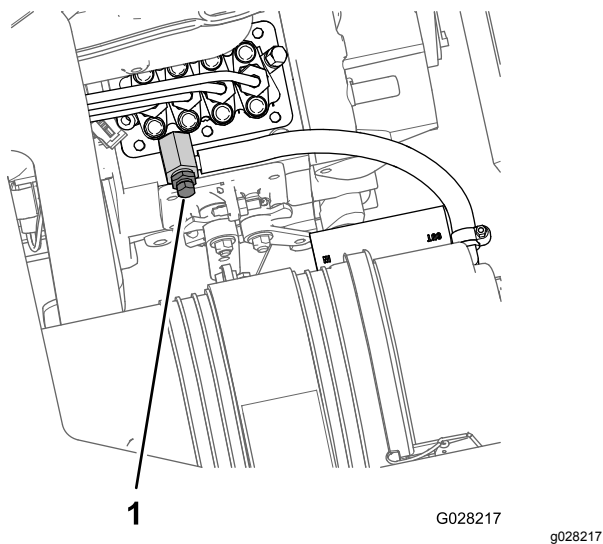

Figura 75
8. Allineate la bacinella di spurgo sotto la porzione della pompa di iniezione del carburante del motore (Figura 75).
9. Aprite la vite di spurgo dell'aria nella pompa di iniezione del carburante (Figura 75).
11. Lasciate la chiave in posizione di ACCENSIONE fino a quando non fuoriesce un flusso costante di carburante attorno alla vite di spurgo (Figura 75).
12. Serrate la vite di spurgo (Figura 75) e girate la chiave sulla posizione di SPEGNIMENTO.